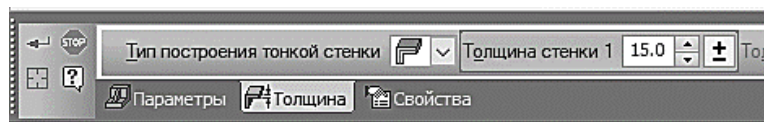

Рис. 57. Свойства ребра жесткости
3.3.9 В поле **Толщина стенки** введите значение s (в соответствии с вариантом) (рис. 57).